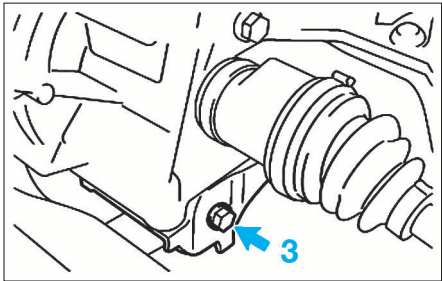

FIG. 3
- Élinguer le moteur, puis déposer la vis (3) pour séparer l'ensemble de moteur-boîte de l'ensemble de traverse de suspension avant (fig. 3).